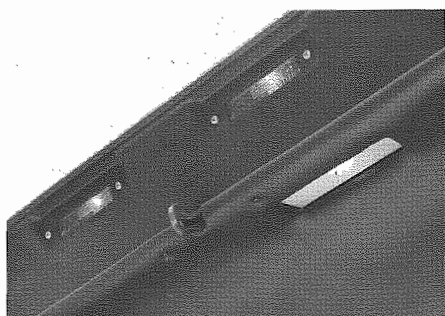

Fig. 12 - Luci illuminazione targa
- Luci illuminazione targa e plafoniere baule (**Fig. 12**): smontare il rivestimento del cofano bagagliaio.
- Number plate lighting lights and trunk roof lamp (**Fig. 12**): take out the trunk bonnet covering.